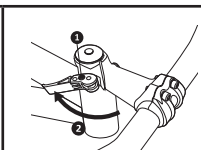

Рис. 34:
- 1 | Нажмите красную кнопку-предохранитель и, не отпуская ее, отведите рычаг эксцентрика, полностью ослабив его (рис. 34);